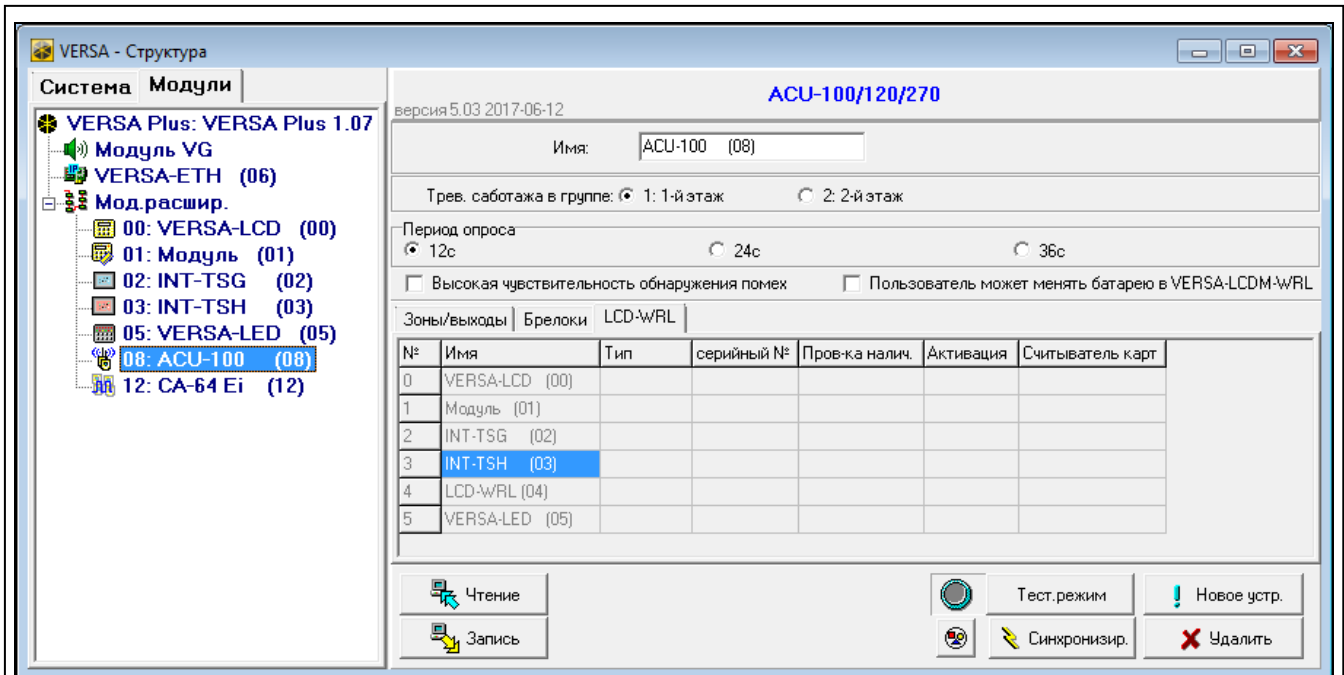

Рис. 3. ПО DLOADX: установки клавиатуры, которые хранятся в контроллере системы АВАХ.
Беспроводные клавиатуры можно добавлять в окне «Versa – Структура», в «Модули», после того, как кликнуть по названию контроллера системы ABAX в списке устройств, затем по закладке «LCD-WRL» (см.: рис. 3 с. 6).
Беспроводные клавиатуры можно удалять в окне «Versa – Структура», в закладке «Модули», после того, как кликнуть по названию контроллера системы AVAX в списке устройств, а затем по закладке «LCD-WRL» (см.: рис. 3 с. 6).
- программа DLOADX: →окно «Versa – Структура» →закладка «Модули» →ветка «Модули расширения» →[название контроллера системы AVAX] →закладка «LCD-WRL» (см.: рис. 3),